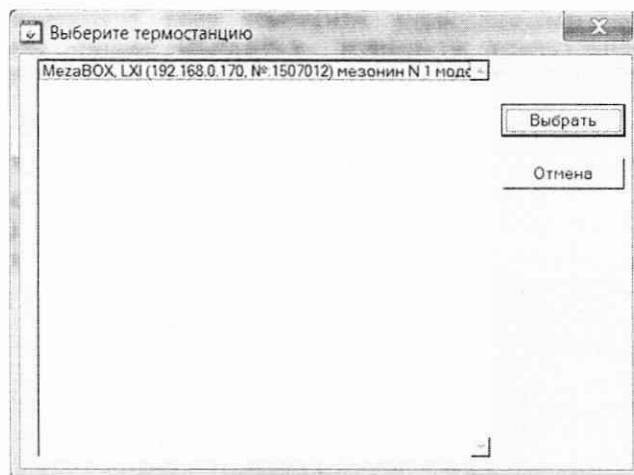

Рисунок 17
- 6) в открывшемся окне «Выберите термостанцию» (см. рисунок 17) выделить проверяемую ВТ-96, нажать кнопку «Выбрать» и дождаться исчезновения на управляющей панели надписи – «Идёт инициализация»;